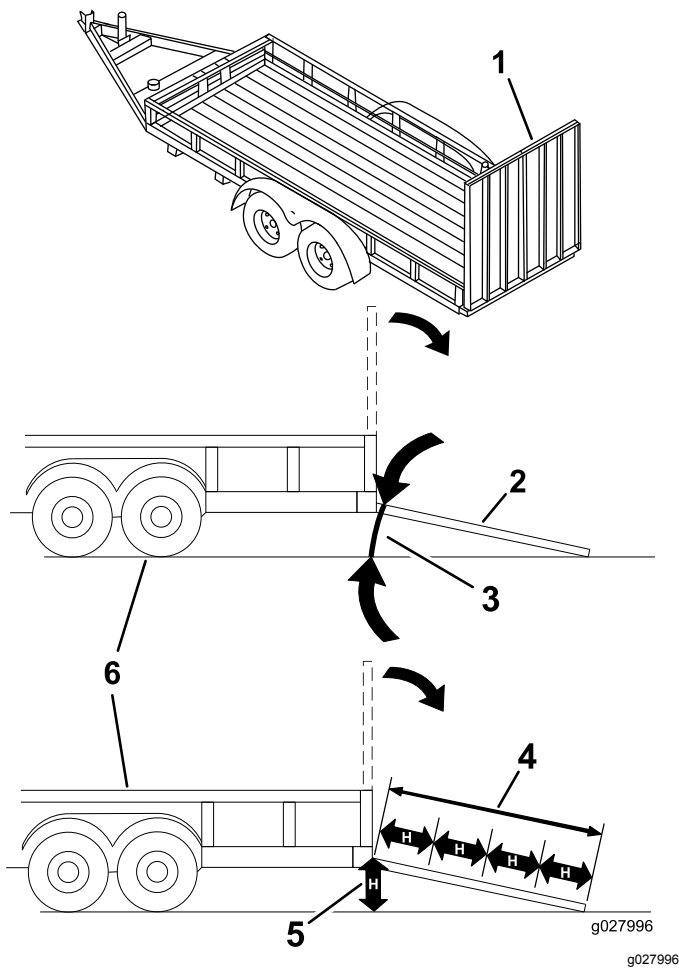

Figura 28
Colocar uma máquina num reboque ou camião aumenta a possibilidade de capotamento e pode provocar graves ferimentos ou morte (**Figura 28**).
1. Baixe a rampa, certificando-se de que o ângulo entre a rampa e o solo não é superior a 15 graus (Figura 28).